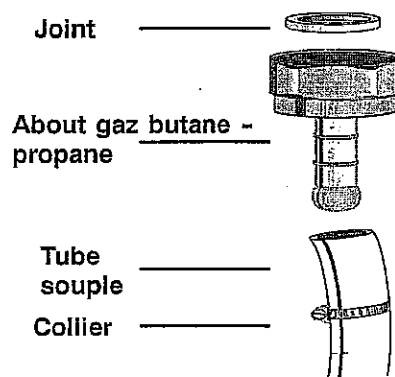

Fig.4
- Pour les installations anciennes et en butane, vous pouvez utiliser un tube souple en caoutchouc d'une longueur maxi de 1,50 m et de 6 mm de diamètre intérieur, monté avec l'about spécial butane (Fig.4).